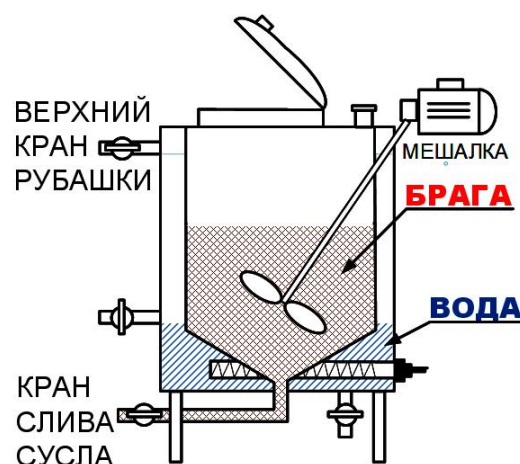

Рис.10. Подготовка к перегонке.
7.1. Слить из ПВК, через открытый кран слива сусла (Рис.10), отработавшие дрожжи. Цвет сливаемых дрожжей обычно ближе к белому цвету. При изменении цвета на цвет сусла слив прекратить, КРАН ЗАКРЫТЬ. Для доступа воздуха в ПВК, крышка при сливе должна быть приоткрыта.